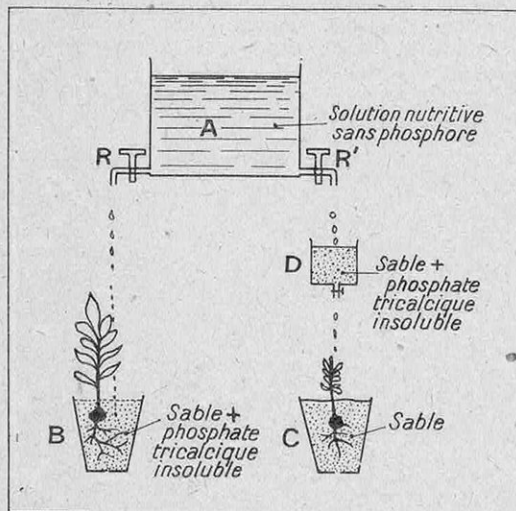

FIG. 3. — L'EXPÉRIENCE DE KOSSOWITSCH DÉMONSTRANT LA SOLUBILISATION DU PHOSPHORE PAR LES RACINES
Les résultats des analyses confrontés avec des expériences culturales permettent d'affirmer qu'une terre est pauvre en phosphore si elle contient seulement 0,5 g d'acide phosphorique pour 1 000 g (1). Or, des plantes exigeantes comme la betterave ne consomment guère plus de 100 kg d'acide phosphorique par récolte et par hectare ; si la terre est pauvre, c'est évidemment qu'elle ne fournit pas ces 100 kg à la plante. Considérons une terre travaillée sur 30 cm, cela fait par hectare un volume de 3 000 m3 ou un poids de terre de 3 600 000 kg (à 1 200 kg pour 1 m3) qui contient 1 800 kg d'acide phosphorique (à 0,5 g pour 1 kg de terre). Cet acide phosphorique est insoluble. Par son travail, l'agriculteur peut-il arriver à le solubiliser ? Il y a lieu ici de rappeler l'expérience de Kossowitsch trop oubliée (fig. 3), qui démontre que ce sont les racines des plantes elles-mêmes qui, par les acides qu'elles excretent, solubilisent l'acide phosphorique.